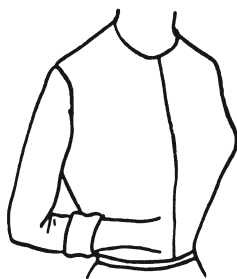

Рис. 378
**Цельнокроеный отворот** имеет вид прямой полосы, отгибаемой кверху (рис. 378). Его часто предпочитают отрезному отвороту из-за простоты выполнения и из-за мягкости, которую он сохраняет на сгибе, но в тех случаях, когда форма рукава и выбранная модель это позволяют.
5. Вырежьте лекало, оставляя небольшие поля, затем отогните отворот. Чтобы у рукава «три четверти» получился тот вид, который изображен на рис. 378, нужно сделать следующее.